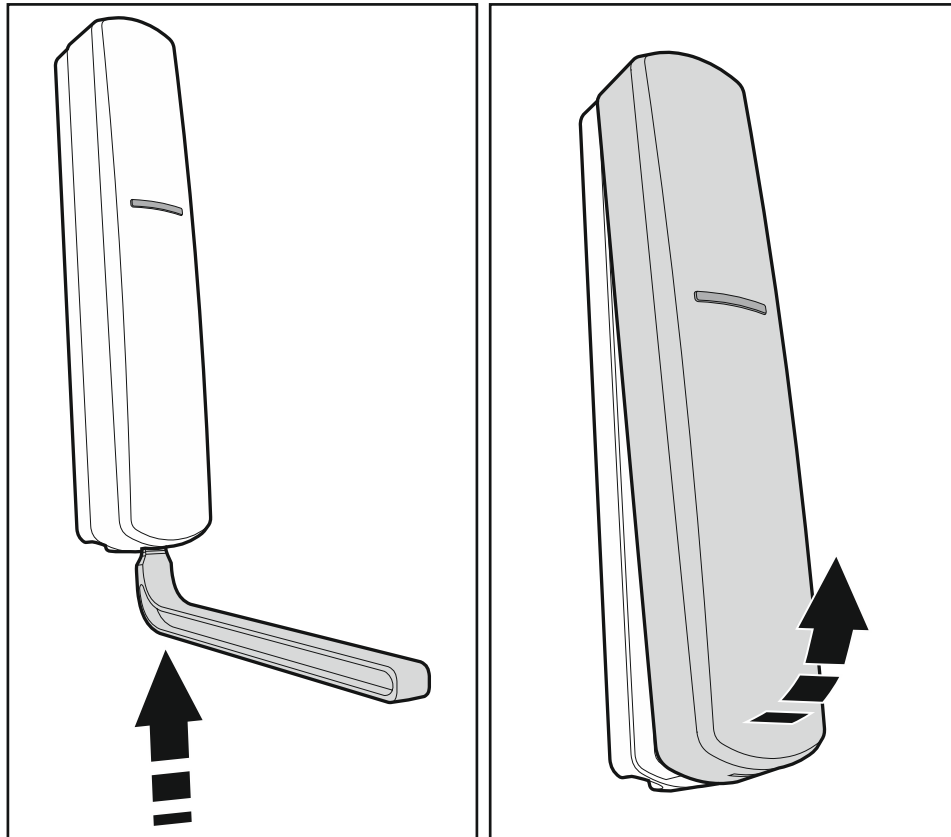

Abb. 4. Öffnen des Gehäuses.
1. Öffnen Sie das Gehäuse des Funkbasismoduls (Abb. 4). Das in der Abbildung angezeigte Werkzeug zur Öffnung des Gehäuses wird mit dem Funkbasismodul mitgeliefert.